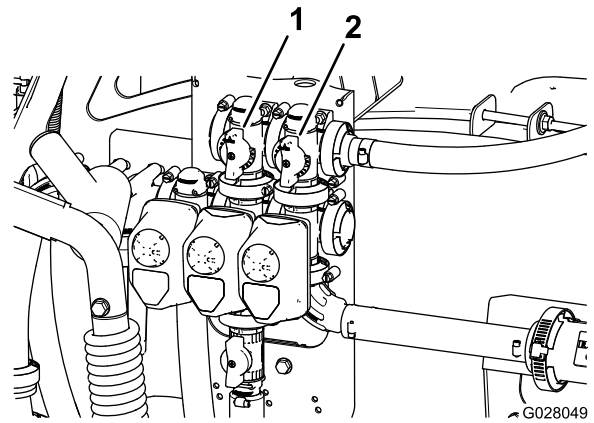

Figure 24
11. Réglez la vanne de dérivation (Figure 24) à l'arrière de la vanne d'agitation jusqu'à ce que la pression indiquée au manomètre soit 6,9 bar.
9. Tournez plus ou moins la poignée de dérivation générale des sections afin de réguler l'agitation à l'intérieur de la cuve (Figure 24).